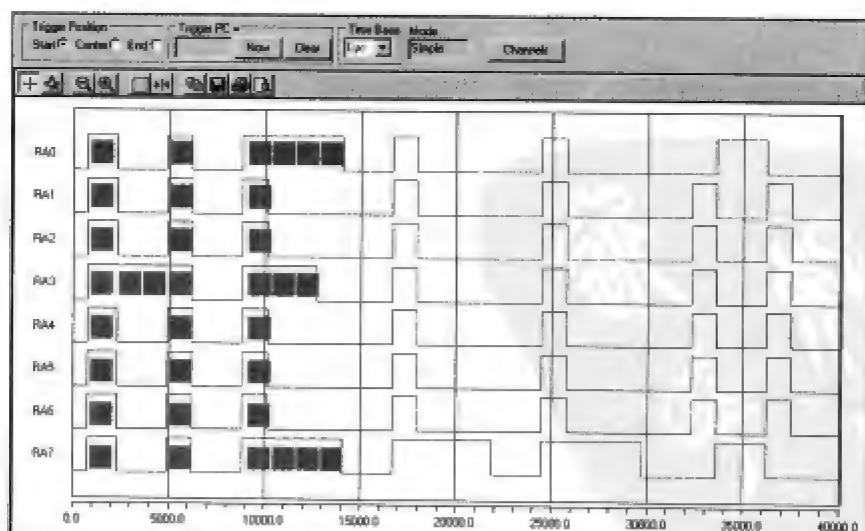

图 3-1 运行完第一次扫描后的逻辑分析仪窗口
(4) 返回编辑器窗口, 并将光标移到 3.3.2 节的第一行代码处。
(5) 选择 context (上下文) 菜单中的 Run to Cursor (运行到光标处) 命令。这样程序就会执行完整个消息输出部分 (3.3.1), 并且在进入长延时前停止。
(6) 一旦仿真停止在光标所在行, 就可以切换到 Logic Analyzer (逻辑分析仪) 窗口并检查输出波形。如图 3-1 所示。